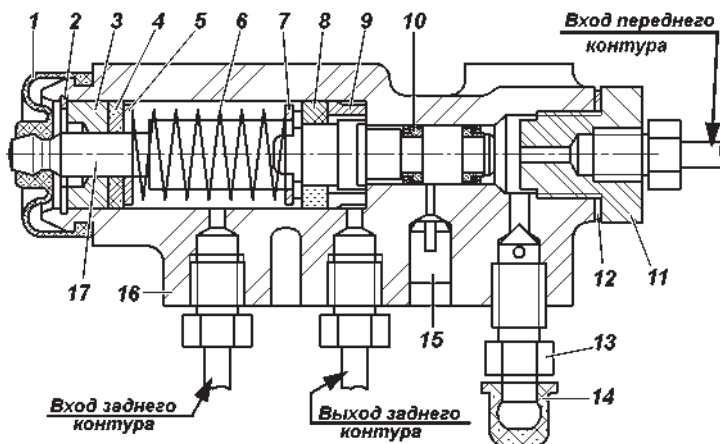
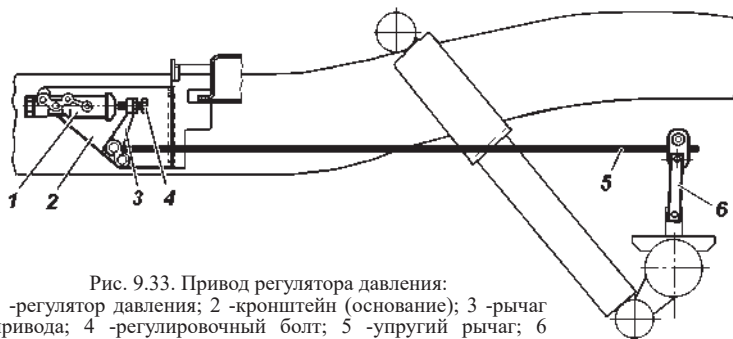

Рис. 9.32. Регулятор давления:
Рис. 9.33. Привод регулятора давления:
Регулятор давления (рис. 9.32). На автомобилях, не оснащенных антиблокировочной системой тормозов, устанавливается механический регулятор давления, действующий на задние тормоза, который обеспечивает оптимальное распределение тормозных сил по осям автомобиля и не допускает
В процессе эксплуатации и при замене задних рессор необходимо регулировать усилие упругого рычага 5 (рис. 9.33) на поршень регулятора. Регулировку производить в следующей последовательности:
3. Завернуть болт 4 (рис. 9.33) до соприкосновения его с хвостовиком поршня 17 (рис. 9.32) регулятора, повернув регулировочный болт на $1...1\frac{1}{3}$ оборот (6-8 граней головки болта).
5. Проверить правильность регулировки при движении автомобиля. Для этого, двигаясь по прямому горизонтальному участку дороги с сухим асфальтовым покрытием, затормозить автомобиль до блокировки колес. При исправном регуляторе и правильно выполненной регулировке привода должно быть некоторое опережение блокировки передних колес относительно задних. В случае опережающей блокировки задних колес дополнительно отвернуть болт 4 (рис. 9.33) на 1-2 грани головки болта и повторить проверку при движении автомобиля.